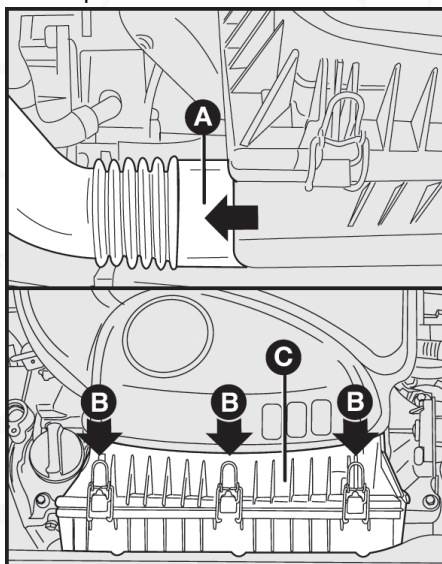
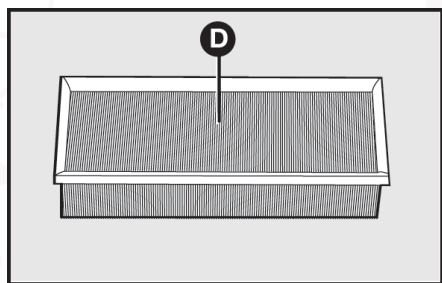

fig. 7
fig. 8
**FILTRO DE AIRE****SUSTITUCIÓN - fig. 7 y 8**
Quite el tubo plástico A-fig. 7, del compartimiento del filtro de aire actuando en la dirección indicada por la flecha.
Retire los tornillos B-fig. 7 y quite la tapa C-fig. 7 para tener acceso y poder sacar el filtro de aire D-fig. 8.